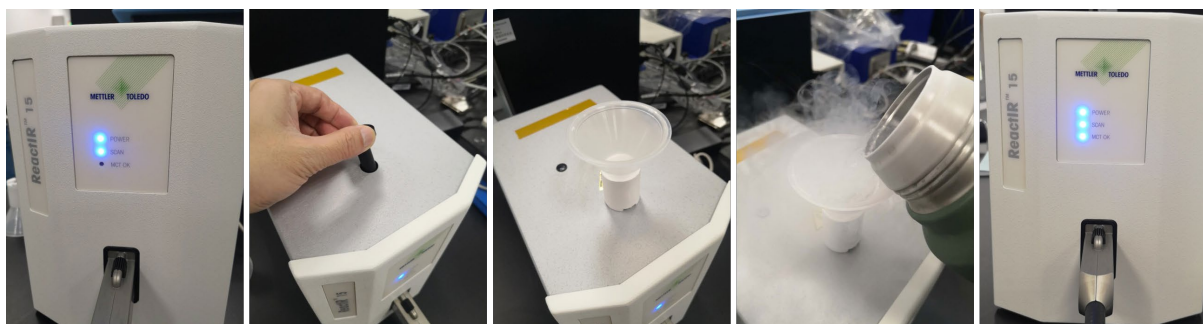

图 4-4 MCT 检测器加液氮
4.1.5 在完成电源线和 USB 的连接后，在主机的前面能看到【POWER】灯亮，【SCAN】灯闪烁，表面电源和数据连接正常。此时【MCT OK】的灯是不亮的。MCT 检测器需要在液氮制冷下才能工作，加液氮的过程如图 4-4 所示，当液氮加满检测器后，【MCT OK】的灯此时是亮的，说明检测器可以正常工作了。